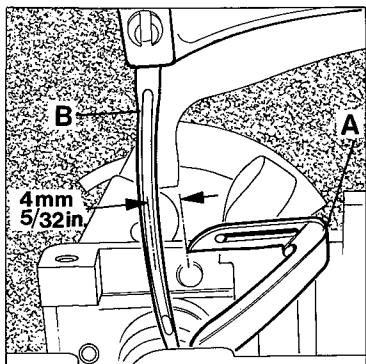

Fig.6
Set the looper (A, Fig.6) so that the distance from the center of the needle (B) to the point of the looper is not less than 4 mm (5/32 inch), when the looper is at its farthest end position from the needle. Looper gauge No. 21225-4/4,4 can be used advantageously in making this setting.
Stellen Sie den Greifer (A, Fig.6) so, daß der Abstand von Nadelmitte (B) bis zur Greiferspitze nicht weniger als 4 mm beträgt, wenn der Greifer in der von der Nadel entferntesten Endstellung ist. Die Greifereinstell-Lehre Nr. 21225-4/4,4 erleichtert diese Einstellung.